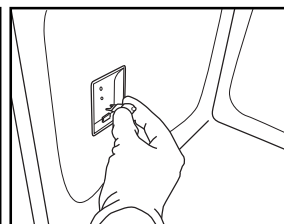

Fig. 8
4. Cambiar la bombilla (ver la nota sobre el tipo de bombilla) (Fig. 8).